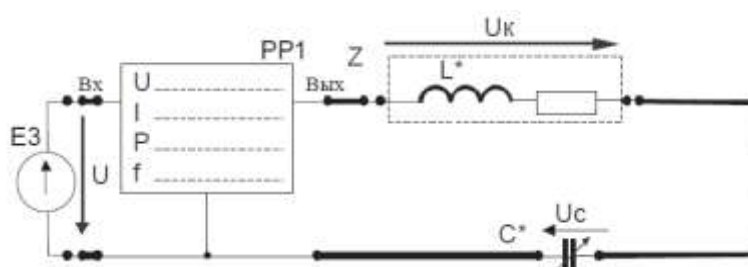

Рисунок 14 - Цепь с последовательным соединением реальной катушки индуктивности и конденсатора
4. Собрать электрическую цепь с последовательным соединением реальной катушки индуктивности L* конденсатора C* (рис. 14), используя элементы цепи в соответствии с заданным вариантом (табл. 18). Предъявить схему для проверки преподавателю.